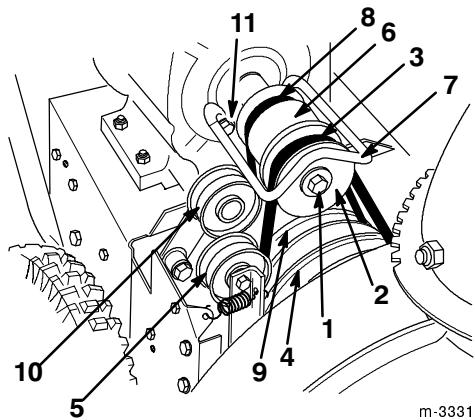

Figure 24
5. Retirez les 2 vis, rondelles et rondelles-frein de fixation du guide-courroie (Fig. 24).
6. Retirez la vis du vilebrequin moteur avec sa rondelle-frein et sa rondelle (Fig. 24).
7. Détachez et déposez la poulie à gorge du moteur (Fig. 24).
9. Déposez la poulie moteur centrale (Fig. 24).
- 10.** Retirez la courroie de traction hors de la poulie de traction et du vilebrequin moteur (Fig. 24).
- 11.** Tirez la poulie folle de traction vers l'extérieur et mettez en place la nouvelle courroie de traction (Fig. 24).
- 13.** Tirez la poulie folle vers l'extérieur et passez la courroie d'entraînement de tarière/roue hélice devant la poulie moteur centrale, en veillant la faire passer du côté intérieur de la poulie folle et du guide-courroie (Fig. 24).
- Retirez les deux vis, rondelles et rondelles-frein de fixation du guide-courroie (Fig. 24).
- Retirez la vis du vilebrequin moteur avec sa rondelle-frein et sa rondelle (Fig. 24).
- Détachez et déposez la poulie à gorge du moteur (Fig. 24).
- Retirez la courroie d' entraînement de tarière/roue hélice de la poulie du moteur et de la grande poulie de tarière/roue hélice (Fig. 24).
- Tirez la poulie folle vers l'extérieur et passez la courroie neuve autour de la grande poulie de tarière/roue hélice (Fig. 24).
- Passez la courroie devant la poulie moteur, en veillant la faire passer du côté intérieur de la poulie folle et du guide-courroie (Fig. 24).